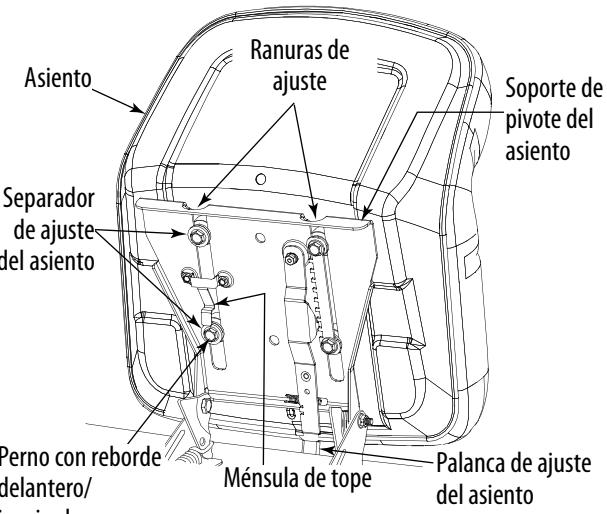

Figura 3-2
2. Haga girar el soporte de pivot del asiento parcialmente hacia arriba. Vea la Figura 3-2.
6. Siga empujando el asiento hacia adelante en el soporte de pivot hasta que el perno con reborde delantero/izquierdo del conjunto del asiento pase adelante del soporte de tope sobre el soporte de pivot del asiento. Vea la Figura 3-2.